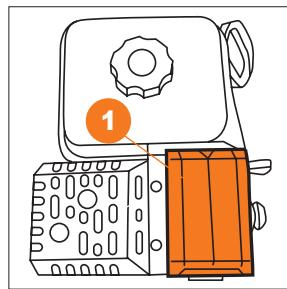

Рис. 15
- Откройте крышку 1 отсека для аккумулятора (Рис. 15).